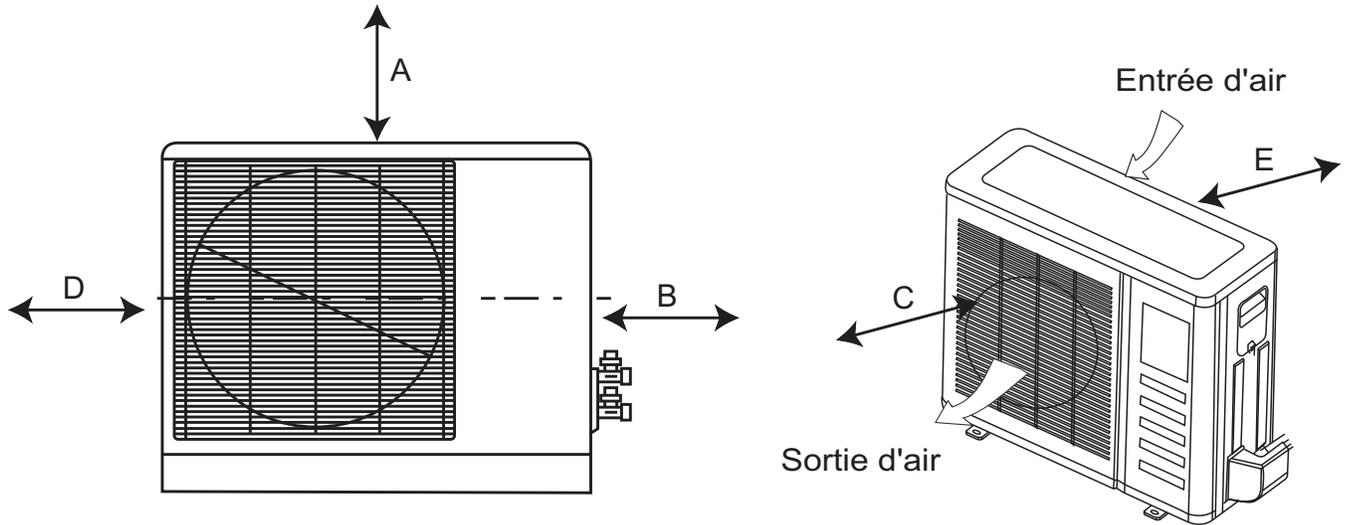

Figure 3 – Dégagement de l'appareil extérieur
Laissez suffisamment d'espace pour permettre la circulation d'air et l'entretien de l'appareil. Voir fig. 3 pour connaître les distances minimales requises entre l'appareil et les murs ou les plafonds.
- Emplacement qui fournit les dégagements appropriés (voir fig. 3).